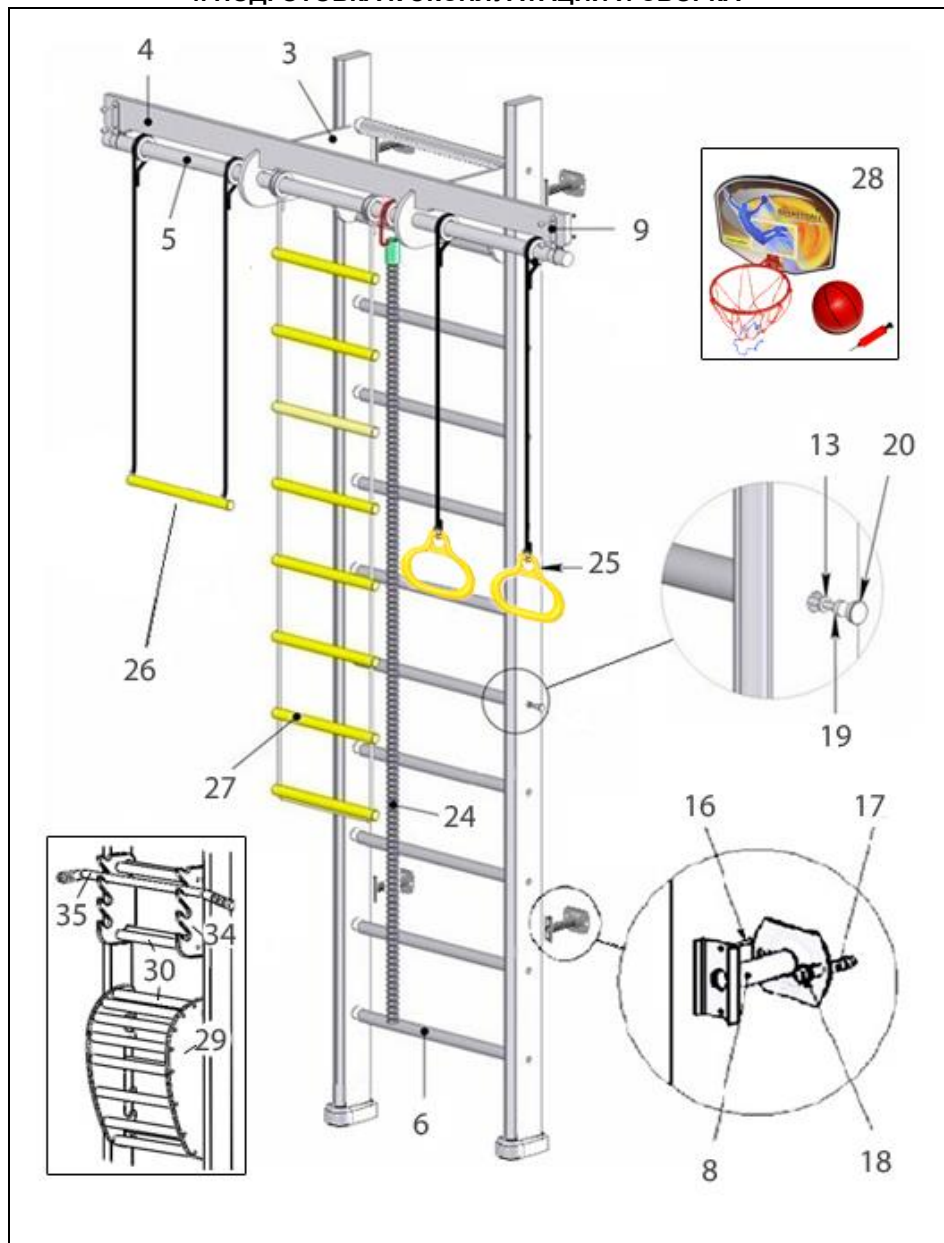
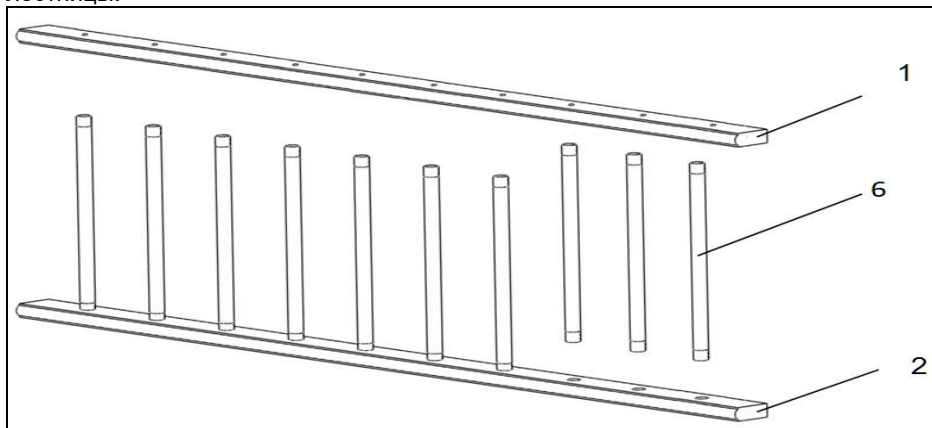

Рисунок 1
Рисунок 2
4.3. Вставить ступени-поперечины (№6) в соответствующие отверстия стоек (№1, №2) (рисунок 2). С помощью саморезов (№19) и шайб (№13) закрепить поперечины к стойкам (рисунок 1).